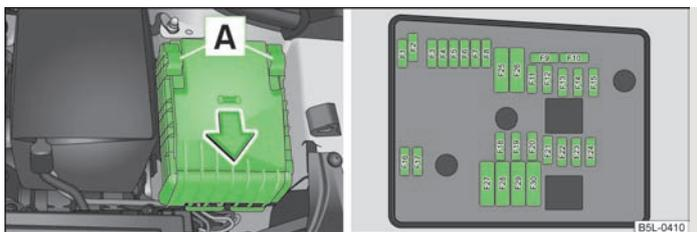

Abb. 168 Abdeckung des Sicherungskastens im Motorraum / Schematische Darstellung des Sicherungskastens
- Die Abdeckung des Sicherungskastens wird abgenommen, indem die Sicherungsbügel **A** » Abb. 168 bis zum Anschlag nach vorn verschoben werden. Hinter dem Bügel wird das Symbol sichtbar. Die Abdeckung jetzt abnehmen.